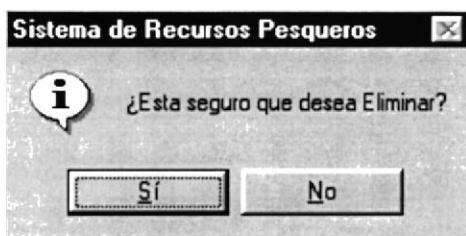

Figura 9.102 Mensaje de Eliminación
2. Nos aparece el siguiente mensaje (ver figura 9.102).